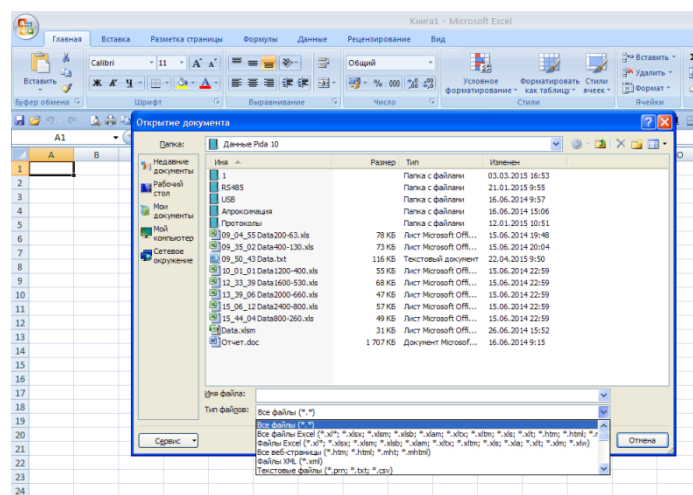

Рис. 18
4.23.3 Выбрать Тип файла “Все файлы” (рис. 18).